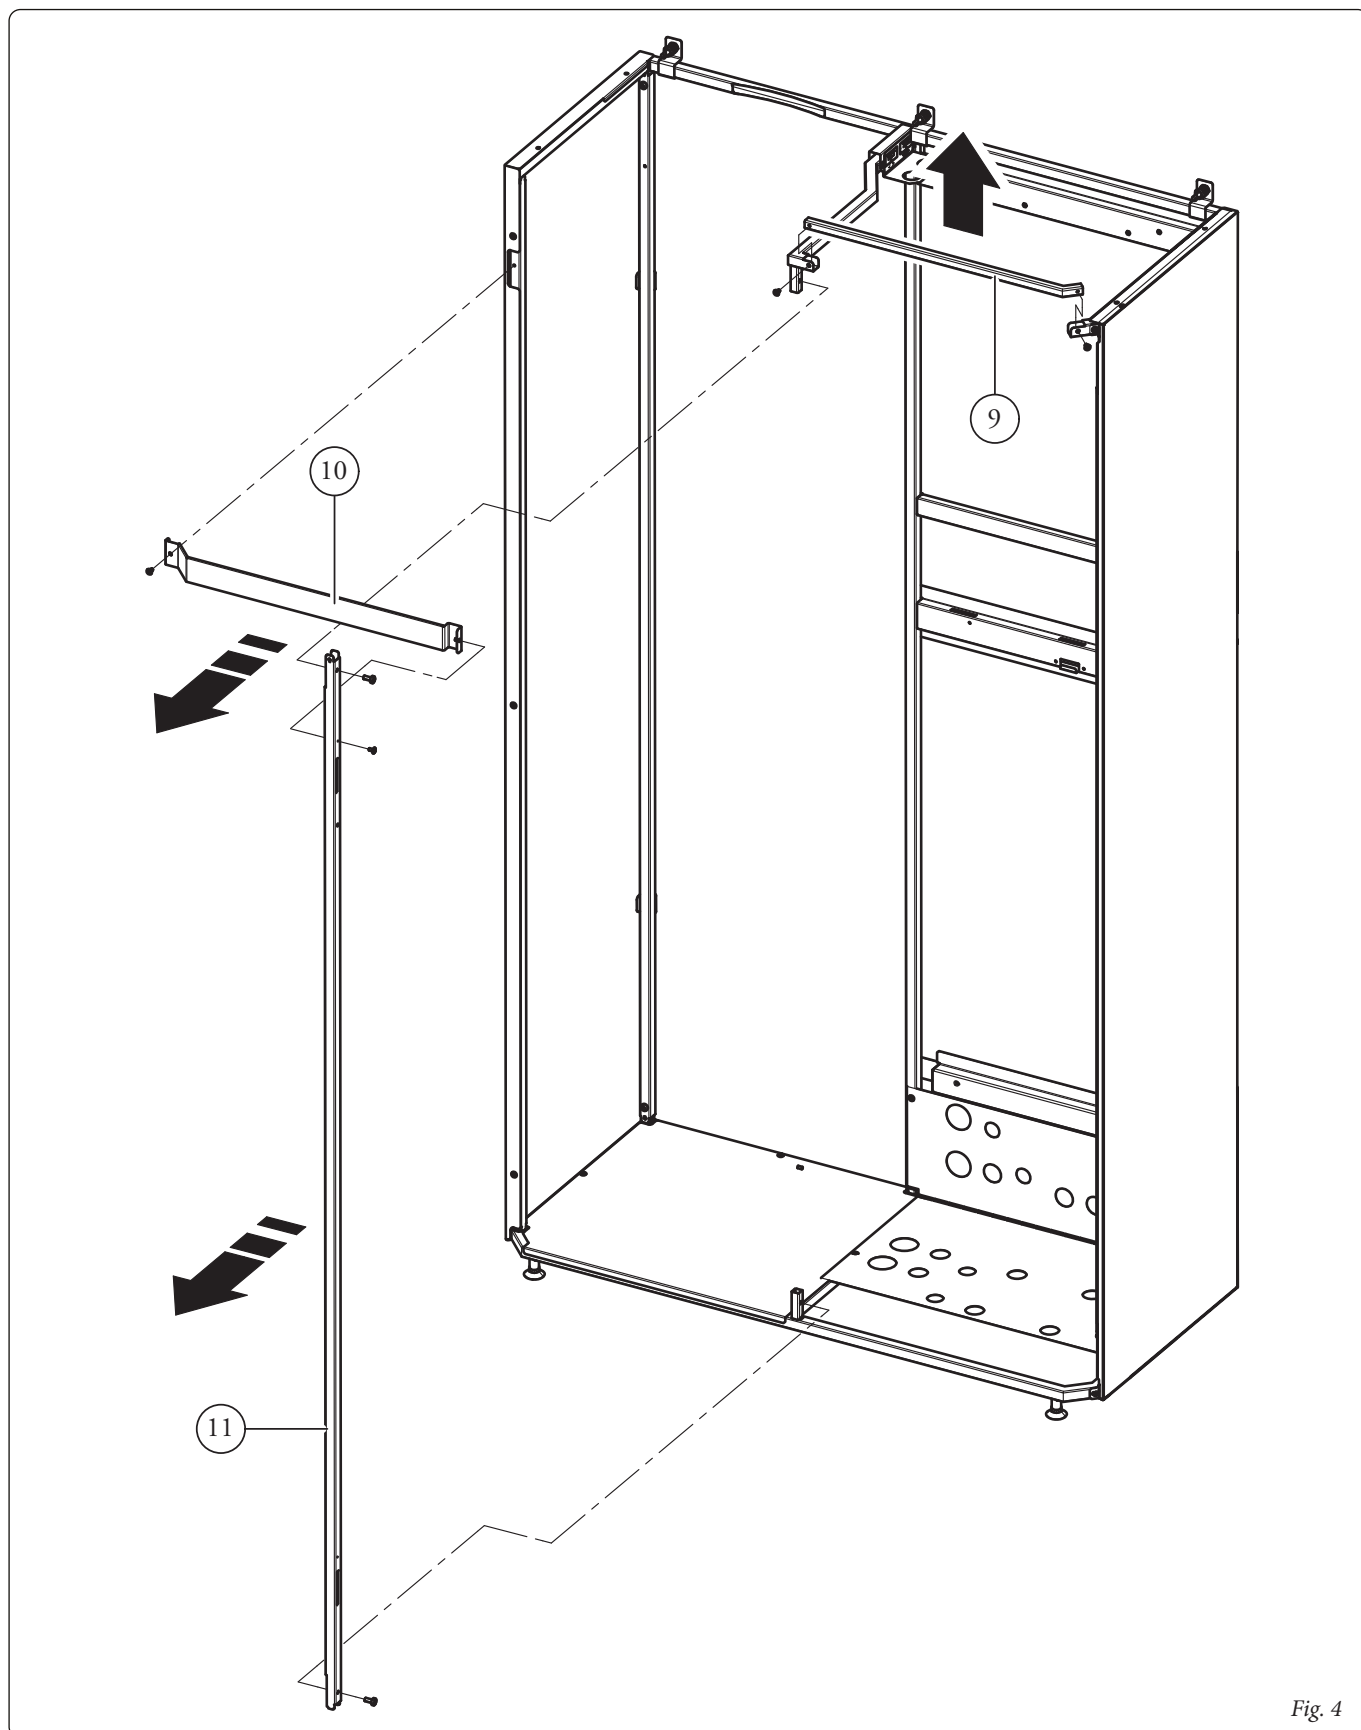

Fig. 4
Per installare agevolmente i prodotti all'interno del Domus Container Super Trio, è consigliata la rimozione temporanea della lamiera frontale caldaia (9), della lamiera frontale dell'unità bollitore (10) e del tubolare anteriore (11) (Fig. 4). Per rimontare le parti rimosse precedentemente eseguire le operazioni in ordine inverso.